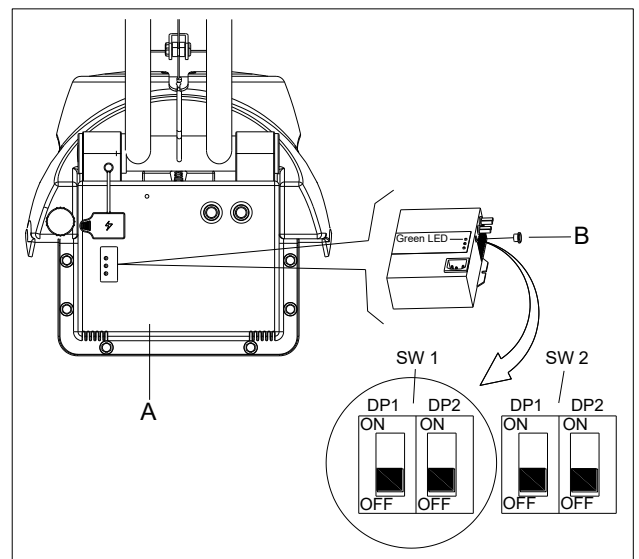

Figure 4
1. Mettez la machine hors tension et démontez le couvercle (A comme à la Figure 4) de la machine, puis retirez le capuchon noir rond situé à l'avant du chargeur (B comme à la Figure 4). Vous trouverez les 2 jeux de commutateurs DIP (SW1 et SW2) dans le chargeur.